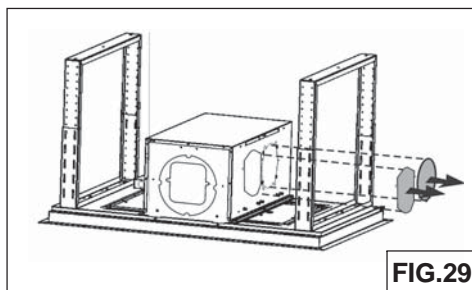

FIG.29
1. Enlever les (2) parties pre-coupe (Fig.29).